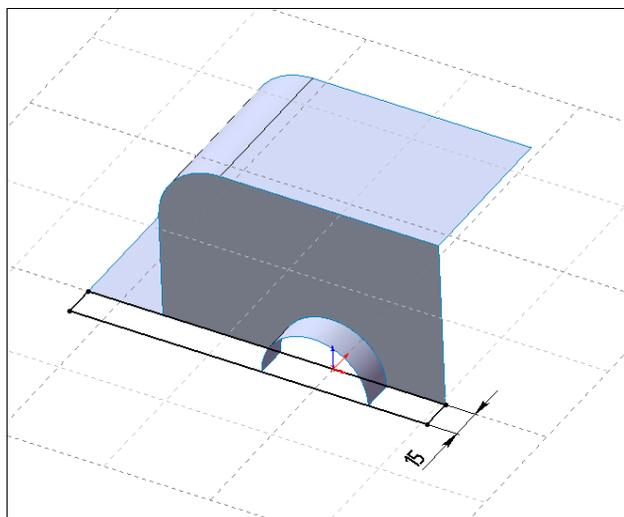

Рис. 2.104
13. Построим четвертую поверхность: выберем плоскость Сверху и нарисуем эскиз четвертой поверхности в форме прямоугольника (рис. 2.104).